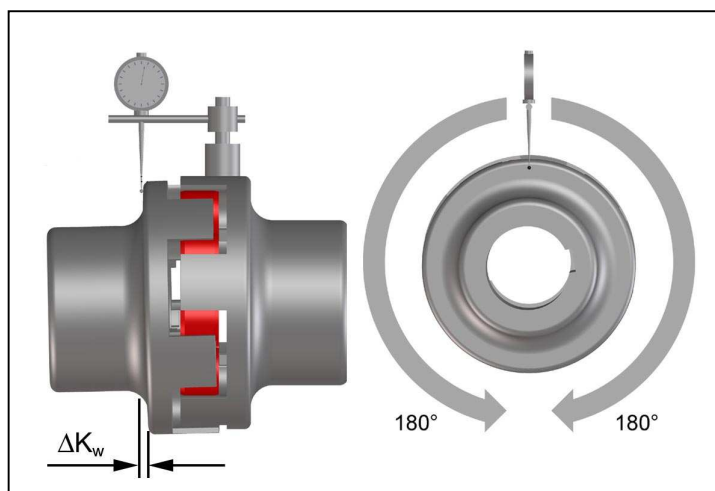

Bild 6
- Vermessen Sie stirnseitig eine ganze Umdrehung (360°) am äußeren Durchmesser. Ermitteln Sie dabei die größte Abweichung  $K_{w1}$  sowie die kleinste Abweichung  $K_{w2}$  (Bild 6). Berechnen Sie die Winkelverlagerung  $\Delta K_w = K_{w1} - K_{w2}$ .